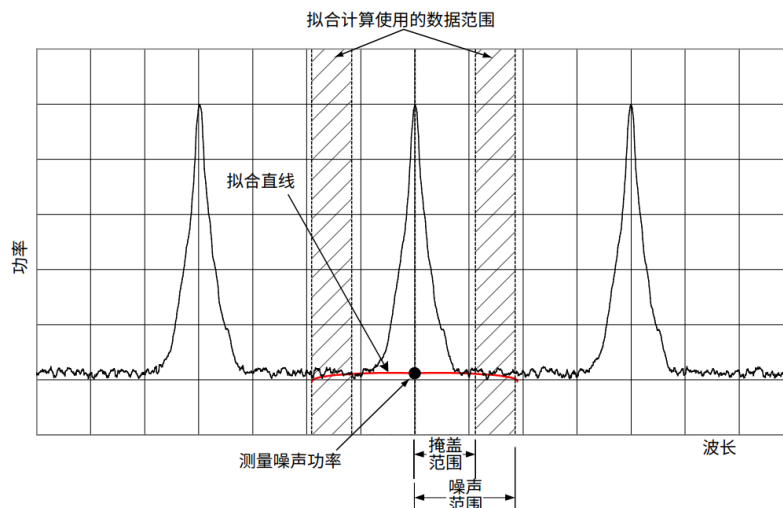

图 3.80 拟合算法示意图
- 噪声算法: 噪声功率的曲线拟合方法, 如图 3.80 所示。